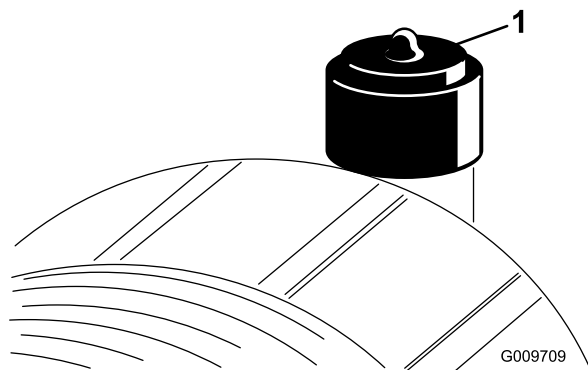

Bild 54
Warten Sie den Luftfilter nur, wenn die Wartungsanzeige dies angibt (Bild 54). Das frühzeitige Auswechseln des Luftfilters erhöht nur die Gefahr, dass Schmutz in den Motor gelangt, wenn Sie den Filter entfernen.
6. Stellen Sie die Anzeige (Bild 54) zurück, wenn sie auf Rot steht.